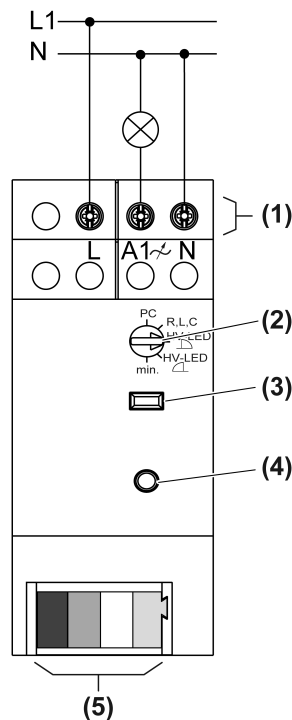

Bild 2: Anschlussplan
- Last gemäß Anschlussplan anschließen (Bild 2)